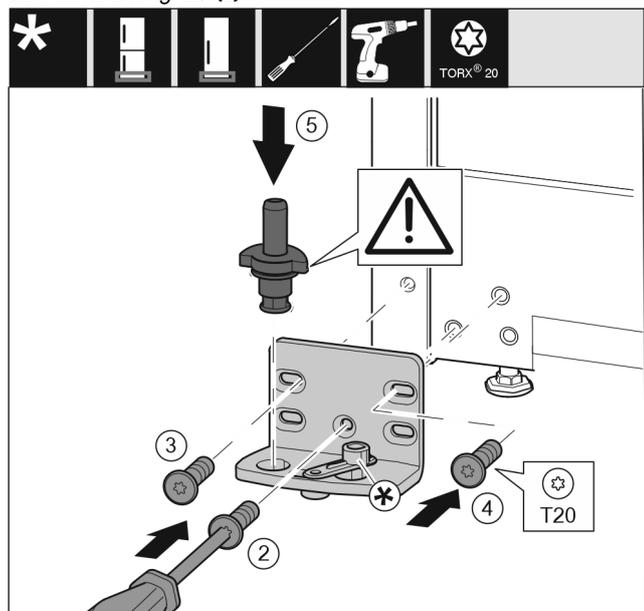

Fig. 19
- Coloque el soporte de cojinete en el otro lado y atorníllelo con la ayuda de un destornillador T20. Comience por el tornillo 2 en la parte inferior central. Fig. 19 (2)
- Atornille los tornillos 3 y 4. Fig. 19 (3,4)
- Coloque el perno de cojinete completo. Preste atención a que el saliente de retención esté orientado hacia atrás. Fig. 19 (5)